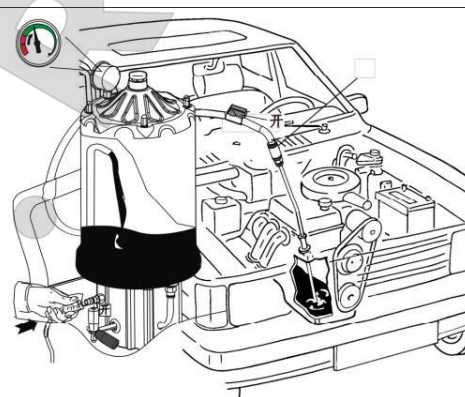

РИС. 4
- d) FIG.4 Откройте шаровой клапан (Деталь № 075) для экстракции масла